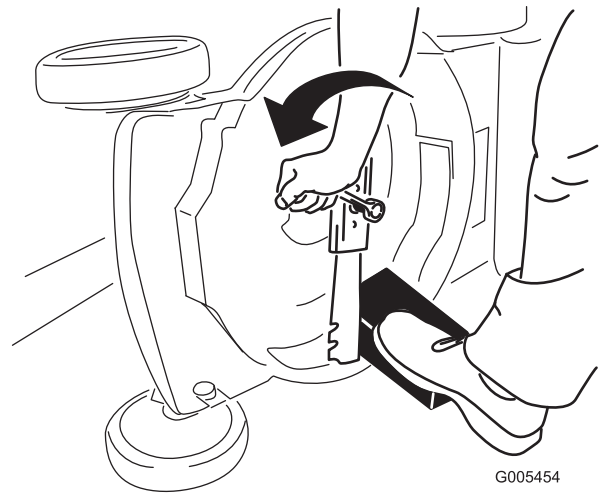

Bild 34
4. Nehmen Sie das Messer ab und bewahren Sie alle Befestigungsschrauben auf (Bild 34).
3. Stabilisieren Sie das Messer mit einem Holzblock (Bild 34).